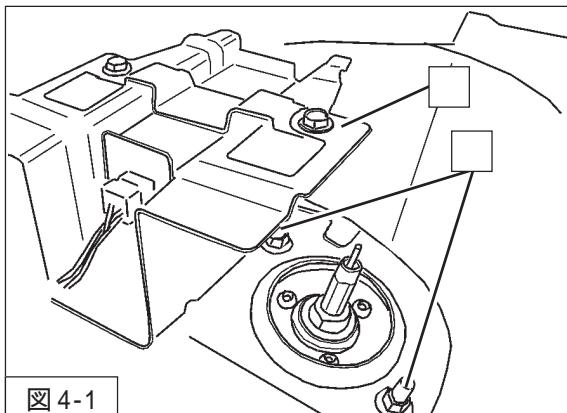

図4-1
ダンパーッパー取付ナット(締付トルク: 16~19N·m)を車両に取付けてください。(図4-1)
2. リアシェルフステーを取付けてください。(図4-1)